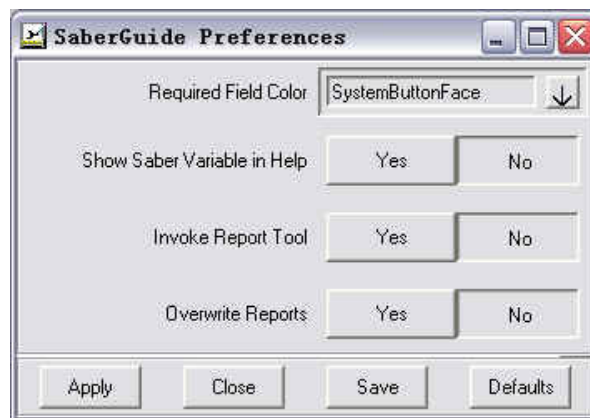

图 2-3 Saber 实施选项
- 2、设定 Saber 实施选项 (Edit>SaberGuide Preferences)，如图 2-3 所示。